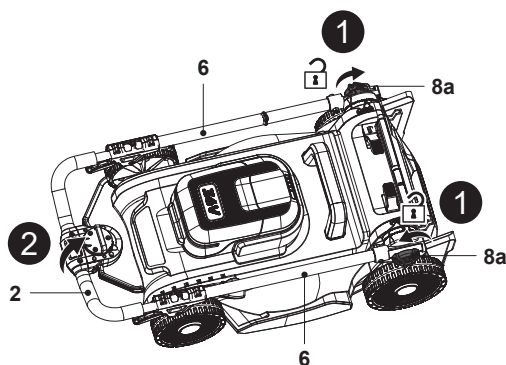

Fig. 1
2. Slăbește cele două butoane de blocare (8a) în sens antiorar pe barele mânerului inferior (6), dar nu le scoate (fig. 1, pasul 1).
3. Ține mânerul de prindere (2) cu o mână și depliază ansamblul mânerului (4, 6) (fig. 1, pasul 2).